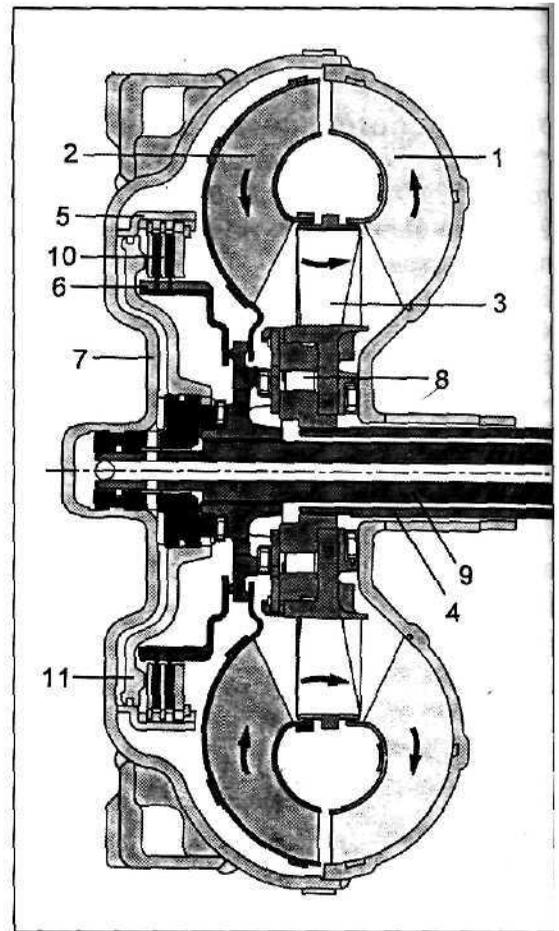

Рис. 12.
Гидротрансформатор (рис. 12) состоит из насосного колеса (1), которое жестко соединено с коленчатым валом двигателя, турбинного колеса (2), соединенного с ведущим валом АКПП (9), реакторного колеса (3), которое через муфту свободного хода (8) и вал (4) при определенных условиях замыкается на картер коробки передач.